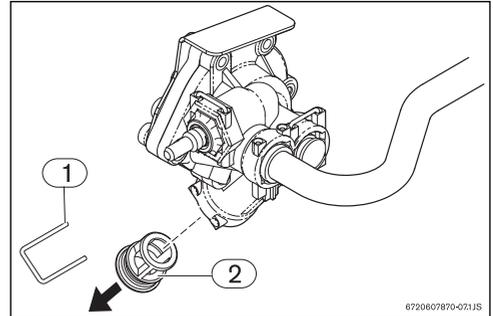

Fig. 25 Ubicación del tapón de drenaje y filtro
- ▶ Retire el sujetador de retención del casquillo roscado (Fig. 25, [1]).
- ▶ Retire de la válvula de agua el casquillo roscado (Fig. 25, [2]).